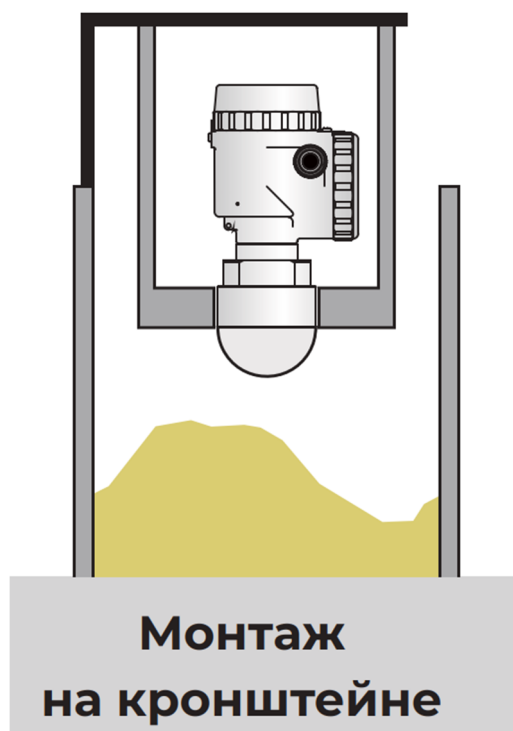

Рисунок 2 – монтаж преобразователя на кронштейне
1.2.36 Возможен монтаж преобразователя на кронштейн (рисунок 2)